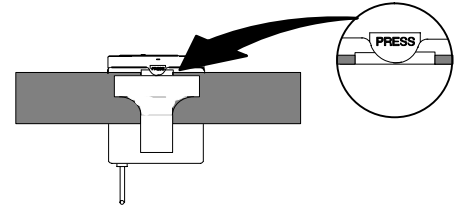

FIGURA 6. INSTALACION DEL TRANSMISOR
1. Fije el Transmisor al cinturón, a la correa de la guitarra o a la cintura, tal como se indica en la Figura 6. Oprima la lengüeta marcada con la palabra "PRESS" y pase el cinturón o correa entre el cuerpo del transmisor y el gancho. Para fijar con mayor fuerza, tire de la correa o cinturón hacia el alambre superior del gancho, especialmente si se trata de una correa de guitarra de poco grosor.